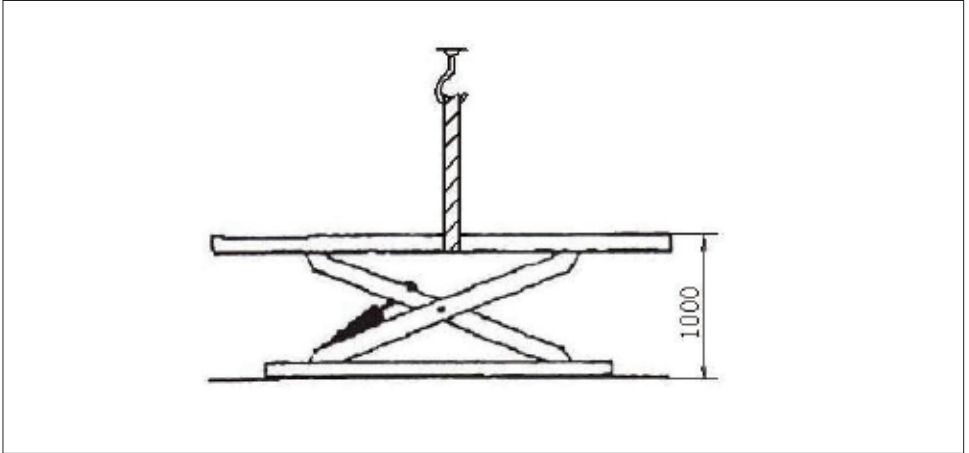

Abbildung 5
- Der Montagestandort soll im Vorfeld über eine Stromversorgung und Luftzufuhr verfügen, und die Höhe der Hebermaschine aus dem Konsolenraum darf nicht weniger als 4000 MM betragen. Es wird empfohlen, die Hebermaschine in der Grube zu installieren, und das Einbaufundament soll nach den Anforderungen der Abbildung 5 gebaut
Der Boden der Plattform soll mit einem Gabelstapler oder einer anderen Hebeanlage eingelegt werden, um das Pad so einzustellen, dass die Hebebühne (Abbildung 5) auf eine Höhe von ca. 1000MM angehoben wird, um sicherzustellen, dass die mechanische Sicherheitsvorrichtung geöffnet und verriegelt wird.